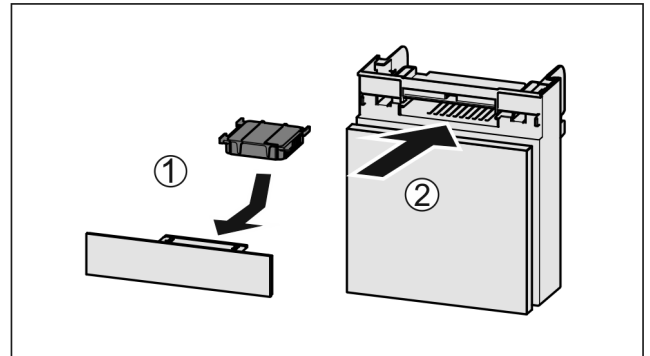

Fig. 115
- Actiefkoolfilter overeenkomstig afbeelding aanbrengen Fig. 115 (1).
- Lade erin schuiven Fig. 115 (2).